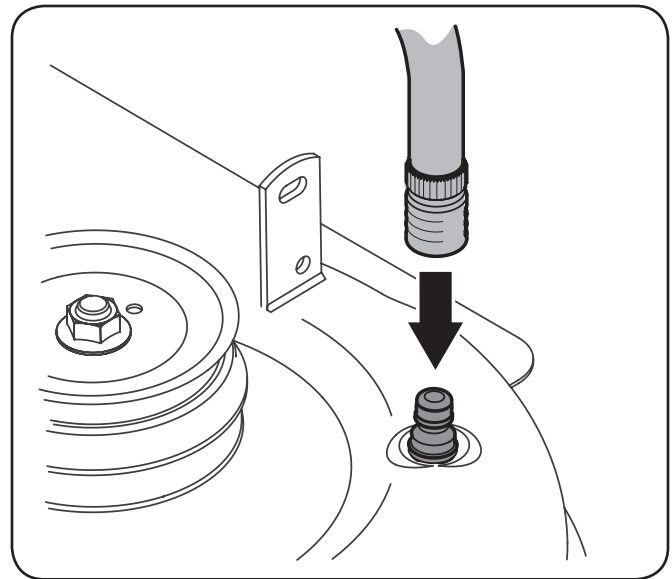

Figura 6-3
3. Conecte la manguera de jardín con la boquilla de lavado de la plataforma al puerto de agua sobre la superficie de la cubierta. Vea Figura 6-3.